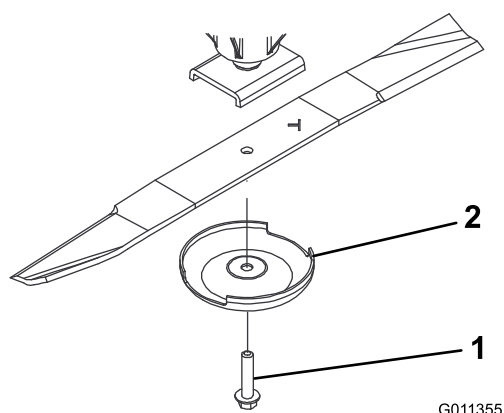

图 68
2. 使用抹布或厚垫手套抓住刀片的端部。卸掉刀片螺栓、防刮罩并从铰轴上取下刀片 (图 68)。
3. 使用防刮罩和刀片螺栓安装刀片刀翼面向剪草刀盘 (图 68)。上紧刀片螺栓扭矩至 $115 \pm 149\text{N}\cdot\text{m}$ 。